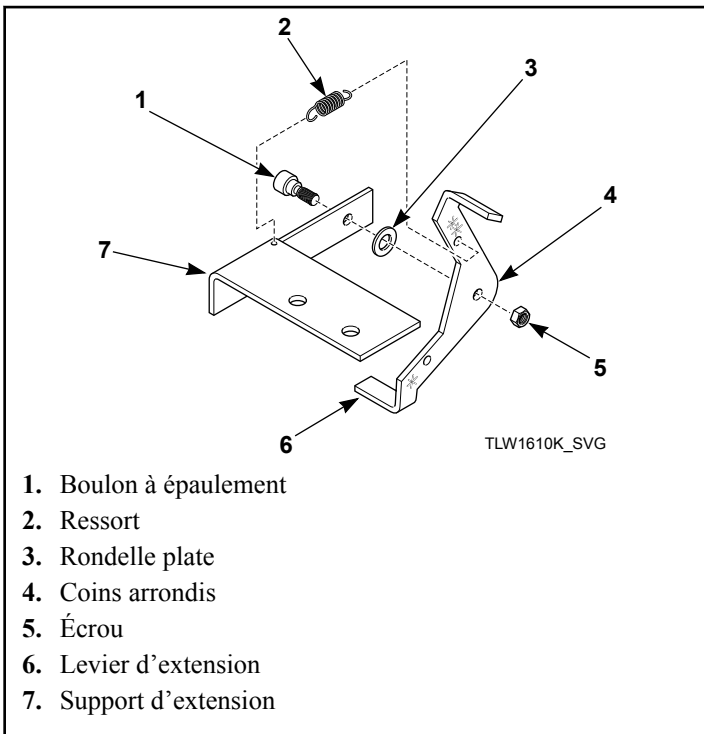

Figure 35
3. Fixer le levier d'extension à l'équerre d'extension à l'aide du boulon à épaulement, de la rondelle plate et de l'écrou, en plaçant le coin arrondi du levier à l'opposé de l'équerre. Se reporter à la *Figure 35*.
4. Fixer le ressort à l'équerre d'extension en orientant le crochet vers le bas. Fixer l'autre extrémité du ressort au levier d'extension en orientant le crochet vers la gauche lorsqu'on fait face à l'unité. Se reporter à la *Figure 35*.